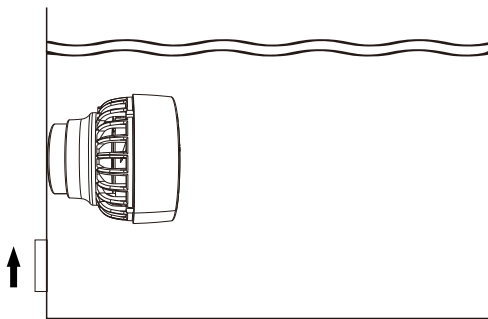

Abbildung 1
1. Die Pumpe installieren: Entfernen Sie den hinteren magnetischen Saugnapf an der Halterung des Pumpenkörpers. Installieren Sie den Pumpenkörper in der mittleren Position an der Innenwand des Aquariums. Befestigen Sie ihn mit den Gummisaugern sicher an der Innenfläche des Aquariums oder verwenden Sie einen drehbaren Gummisauger. Bewegen Sie dann den hinteren Magnetsauger diagonal, um an der Außenwand des Aquariums zu haften. Hinweis: Achten Sie aufgrund der starken Magnetkraft darauf, dass Sie sich nicht die Hand einklemmen. Wie in Abbildung 1 gezeigt.